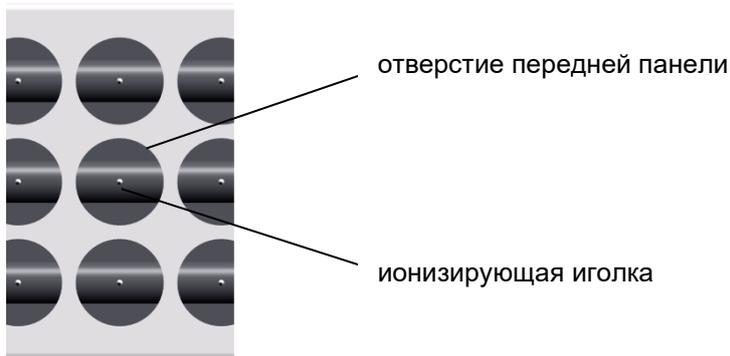

Рис.9: Расположение передней панели
- установите переднюю панель на подводах воздуха. Передняя панель должна быть установлена таким образом, чтобы иглы были по центру отверстия панели. См. рис. 9